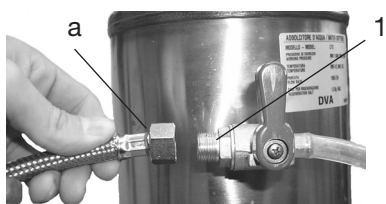

Figura 5
- 1) Utilizar el tubo **a** (de 900 mm, entregado de serie con la máquina) para conectar la válvula de cierre de la red de agua con el grifo **1** de entrada de agua al ablandador (figura 5).